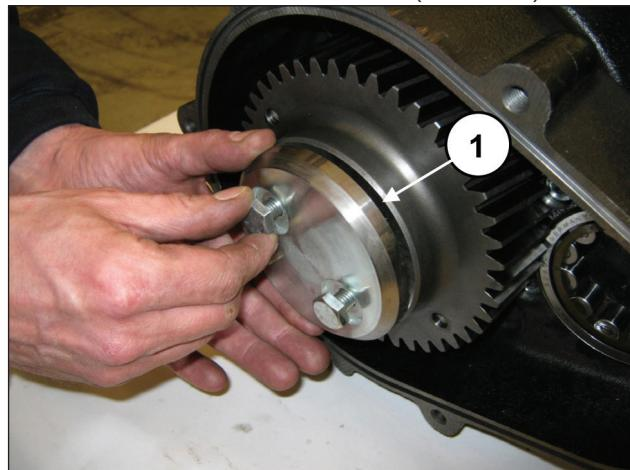
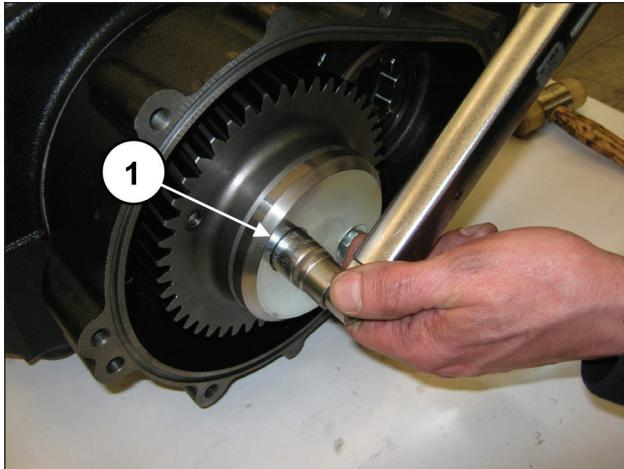

图 78
图 79
使用2个M10x25螺栓固定冠齿轮止动件（①, 图 78）。利用扭力扳手调节螺栓，如第3章所述（①, 图 79）。